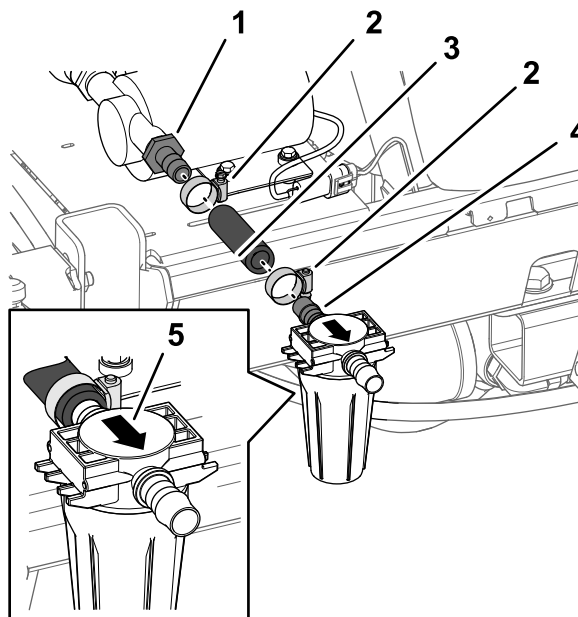
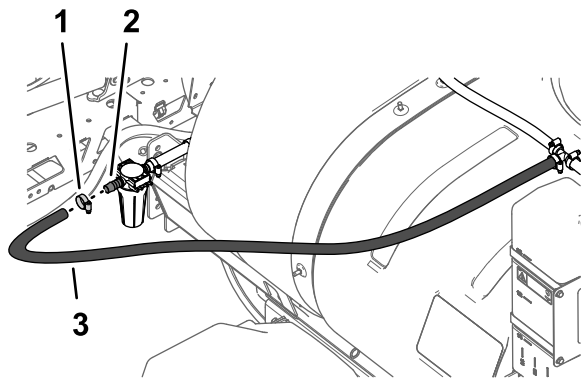

Figura 29
Figura 30
2. Monte o tubo 17,8 cm que cortou em **Cortar o tubo (página 5)** na união reta estriada exterior da bomba do depósito de lavagem uma abraçadeira de tubos e aperte a abraçadeira à mão (Figura 29).
3. Monte, sem apertar, a união reta estriada na entrada da cabeça do filtro (montagem do filtro) no tubo de 17,8 cm com uma abraçadeira de tubos (Figura 29).
- Monte a extremidade livre do tubo 1,9 x 180 cm na união reta estriada na saída da cabeça do filtro com uma abraçadeira de tubos (Figura 30).
- Ajuste a posição da cabeça do filtro de forma a que a taça do conjunto do filtro fique na vertical e aperte as duas abraçadeiras à mão (Figura 29 e Figura 30).